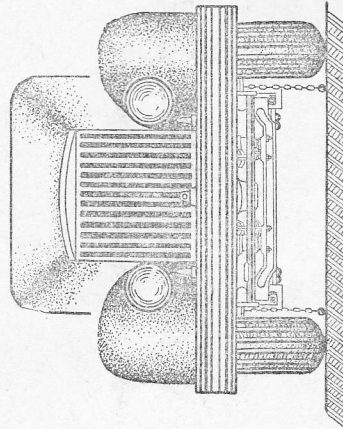

Рис. 114. Проверка схождения передних колес.
- проверить раздвижной линейкой с отвесами расстояния между колесами спереди, а затем сзади в одной горизонтальной плоскости (рис. 114);